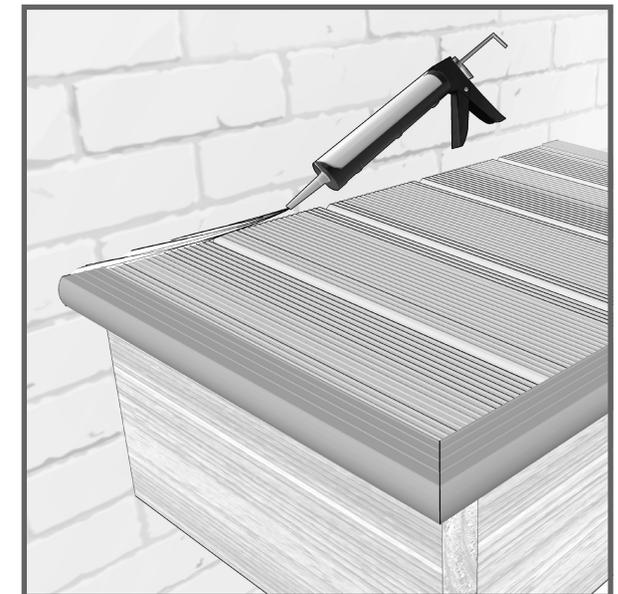

FIGURE 10
- Scellez le joint entre le mur et les planches à l'aide du scellant. (figure10)